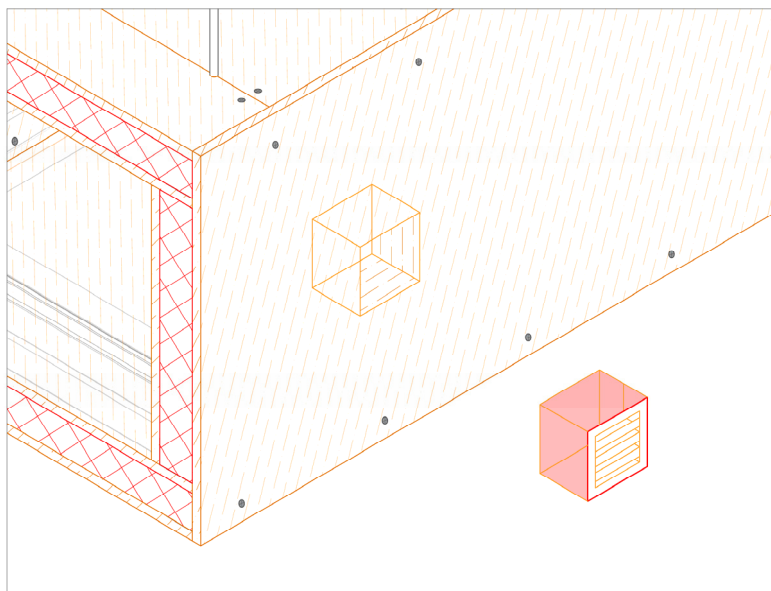

Рис. 17
- Нанести огнезащитный состав ТЕHSTRONG Contact S на стенки вентиляционного блока (рис.17)